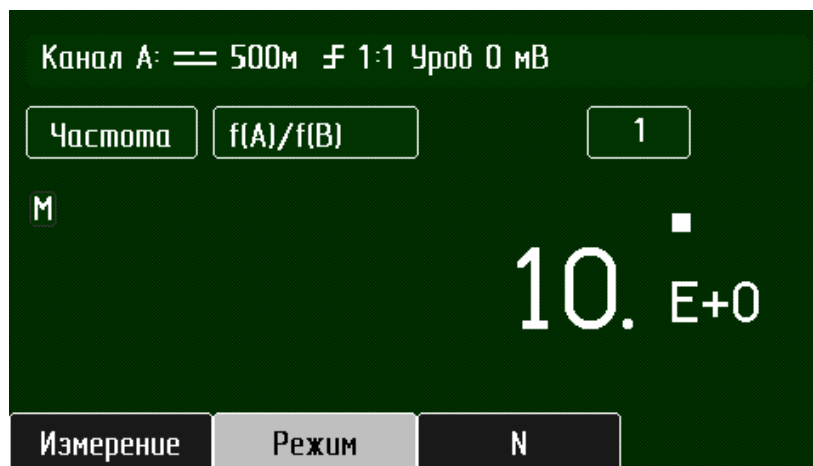

Рисунок 3.14 – Вид экрана для режима измерения отношения частот
- "Режим" - режим измерения " $f(A)/f(B)$ ,  $f(B)/f(A)$ ,  $f(C)/f(A)$  или  $f(C)/f(B)$ " (рисунок 3.14);